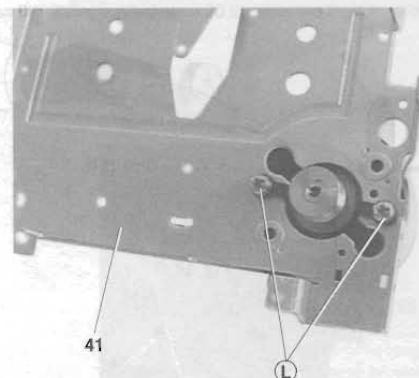

Fig. 11
- 2 Schrauben **L** herausdrehen, den Motor aus der Führung herausnehmen und ablösen (Fig. 11).
- Undo 2 screws **L**, take the motor out from the guide and unsolder it (Fig. 11).